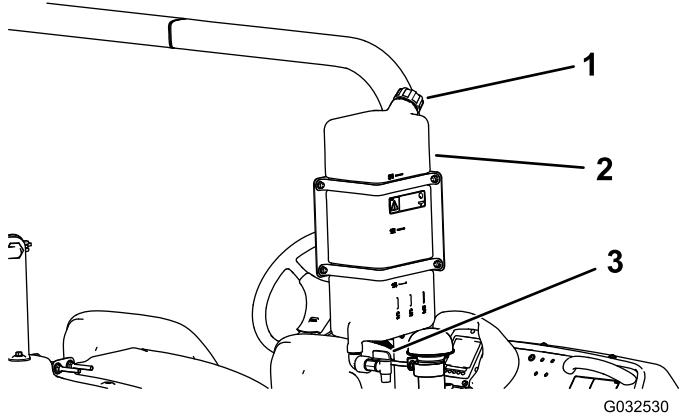

Bild 23
- Schrauben Sie zum Füllen des Behälters den Deckel oben am Behälter ab, füllen Sie den Behälter mit frischem Wasser und schrauben den Deckel auf (Bild 23).
- Drehen Sie zum Öffnen des Hahns am Frischwasserbehälter den Hebel am Hahn (Bild 23).